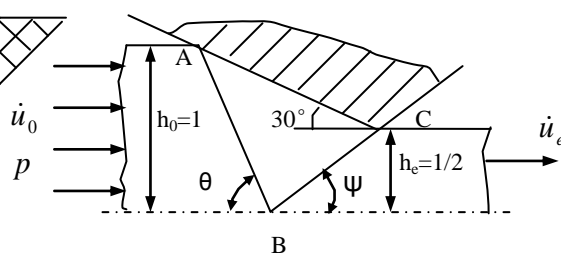

图5 无摩擦的平面应变挤压
- 15 无摩擦的平面应变挤压过程如图 5 所示，求挤压压力 $p/2k$ 的上限解，画出 $p/2k-\theta$ 的关系曲线，求出 $p/2k$ 的极小值。